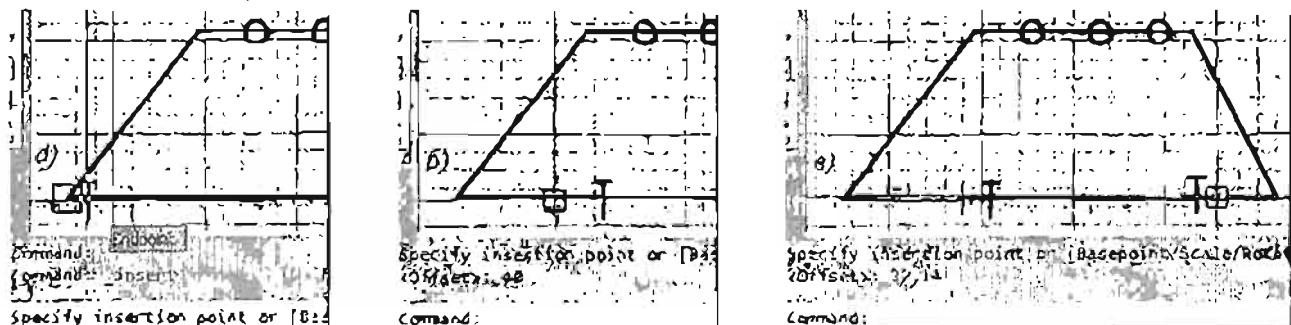
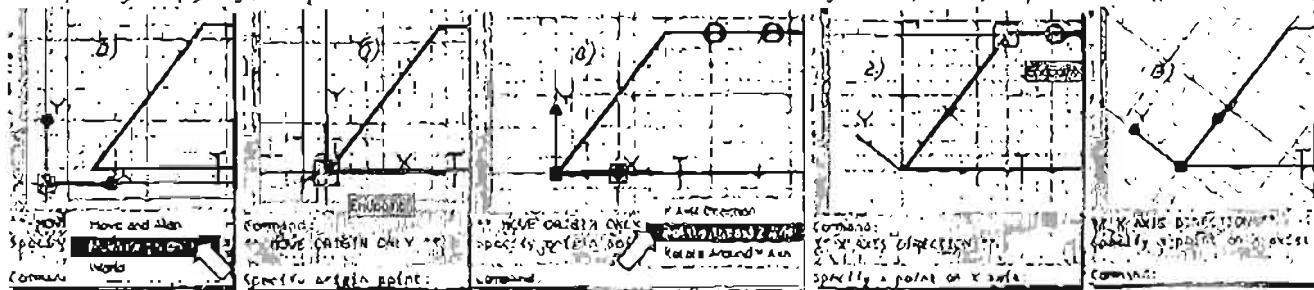

Рис. 10.17. Вставка блока с привязкой Snap From (Смещение)
Рис. 10.18. Создание новой системы координат
Таким же образом создайте блок «Б». В качестве тела вставки введите **Блок Б** (рис. 10-17), см. рис. 10-18.
4. Включена постоянная привязка Endpoint. Щелкните кнопку для включения объектной привязки Snap From. Убедитесь, что режим Dynamic Input (Динамический ввод) отключен. Укажите базовую точку, например, левый нижний угол трапеции (рис. 10.17, а). Укажите направление в режиме ORTHO, сместив курсор вправо. Введите величину перемещения 40 мм. При введении перемещения произойдет вставка блока «A» (рис. 10.17, б).
Повторив команду Insert block (Вставка блока), вставьте блок «A» на 25,14 мм левее правой нижней вершины трапеции (рис. 10.17, в).
Для того, чтобы вставить блок «A» перпендикулярно наклонной стороне трапеции, создадите новую систему координат. Щелкните по пиктограмме UCS (ПСК) для появления ручек (рис. 10.18, а). Прижав квадратную ручку, перенесите начало UCS в нижнюю левую вершину трапеции (рис. 10.18, б)
Подведите курсор к круглой ручке оси X (рис. 10.18, в) и укажите её новое положение (рис. 10.18, г). Будет создана новая ПСК (рис. 10.18, д).
На рис. 10.17 системной переменной GRIDSTYLE присвоено значение 1 (вместо 0).